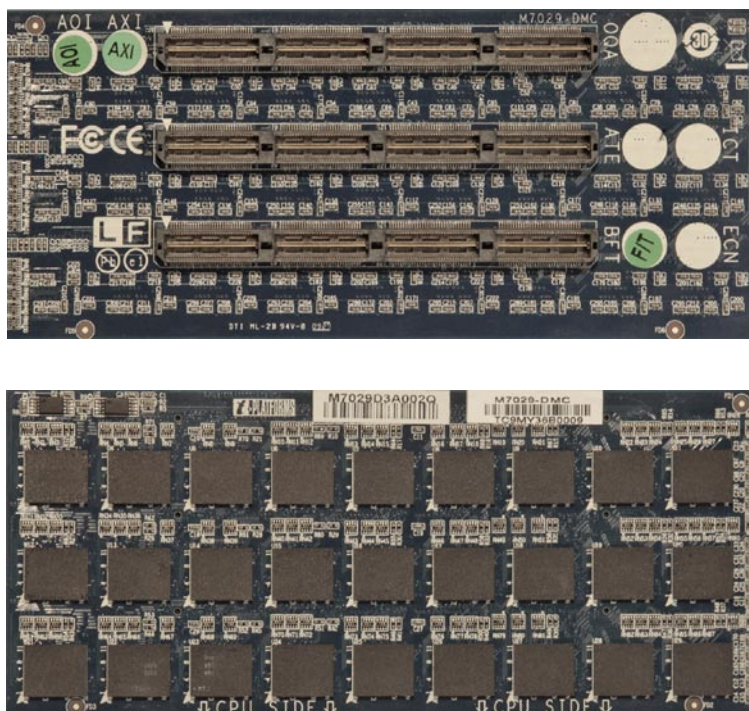

Рисунок 2. Модуль памяти DDR3.
- 4 модулями памяти (Рисунок 2) в специальном исполнении мезанинной платы с 27 микросхемами памяти (9 микросхем на каждый из трех каналов), обеспечивающими 6 или 12 гигабайтов памяти на каждый сокет ЦП. Используются трехканальная небуферизованная память ECC DDR3-1333 RAM.